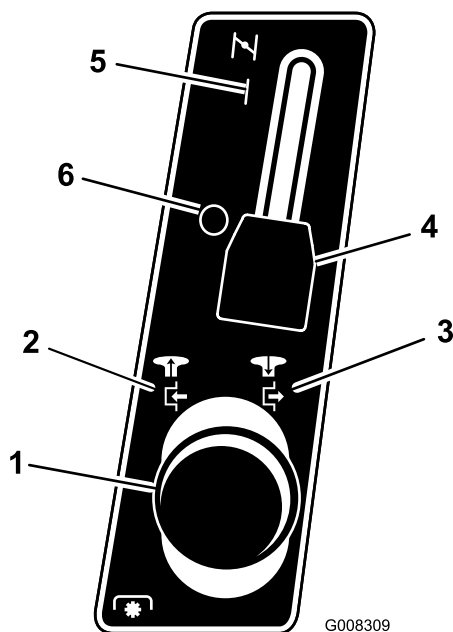

Figura 12
4. Disinnestate le lame (PDF). Vedere Figura 12.